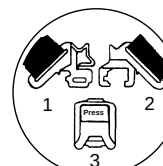

Fig 6a
- Controleer dat de schouderriemen door de sleuven zijn geleid die horen bij de lengte van het kind. Plaats uw kind in het zitje en maak de gesp vast door de tongen van de twee schouderriemen met de nummers (1) en (2) in de juiste positie stevig in de gesp met nummer (3) te drukken (zie fig. 6A).